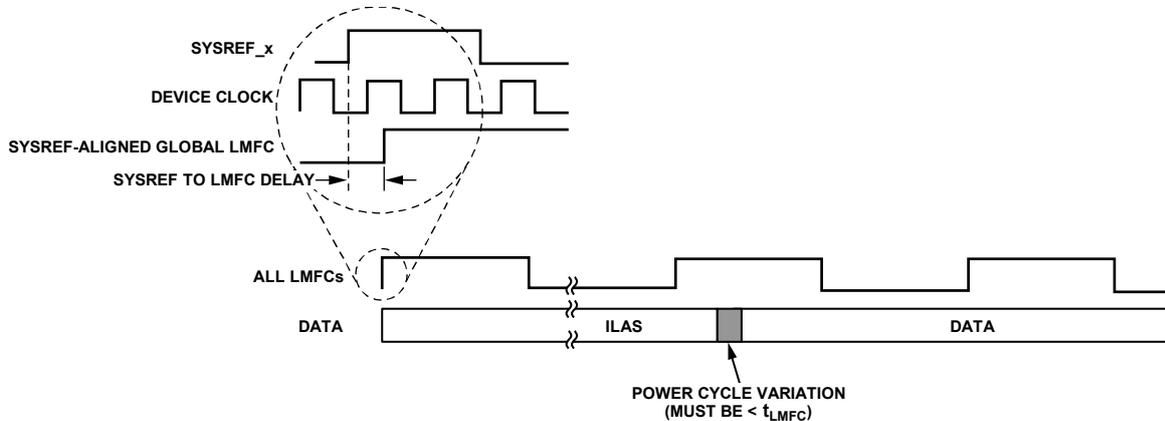

図 122. SYSREF_x と LMFC
このデータシートのトランスポート層のセクションに示すように、JESD204B プロトコルは、データ・サンプルをオクテット、フレーム、およびマルチフレームに構成します。LMFC は、これらのマルチフレームの開始と同期します。サブクラス 1 動作では、1 リンク内の各デバイスまたは複数リンク内の各デバイスに関し、SYSREF_x 信号を使用して LMFC を同期させます（AD9213 内では、SYSREF_x 信号は内部サンプル・デバイスも同期させます）。これを図 122 に示します。JESD204B レシーバーは、マルチフレームの境界とバッファリングを使用して、レーン間（または複数デバイス間）の遅延が一定になるようにする他、電源のオン/オフやリンク・リセットなどの場合も遅延値が変わらないようにします。
- すべてのレーン、リンク、デバイスにおける合計遅延変動は、1 LMFC 周期以下でなければなりません（図 122 を参照）。これには可変遅延と、システム内のレーンごと、リンクごと、およびデバイスごとの固定遅延の差が含まれません。